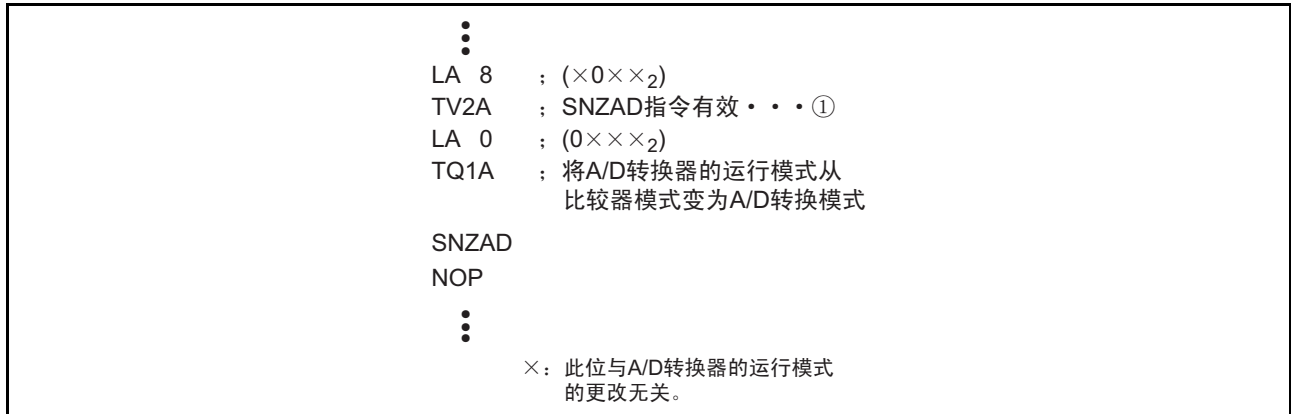

图 65 A/D 转换器的运行模式的程序例子
- 为了从比较器模式改为 A/D 转换模式，中断控制寄存器 V2 的 bit2 必需为“0”（图 65 ①）。